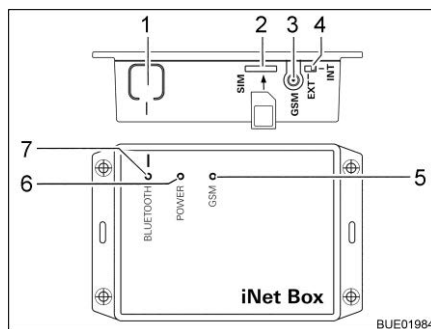

Bild 127 Truma iNet-Box
- Tryck in knappen BLUETOOTH (Bild 127,1) på iNet-Box i 1 sekund. Truma iNet-Box förblir synlig i ungefär 2 minuter i mobil terminalenheten (Namn: "Truma iNet-Box"). Under denna tidsrymden, blinkar den blå lysdioden BLUETOOTH (Bild 127,7).
- Skjut försiktigt in mini-SIM-kortet med ett telefonnummer och tillräckligt med kredit, i kortutrymmet i Truma iNet-Box, enligt beskrivningen (Bild 127,2) tills det hakar fast. Den röda lysdioden GSM (Bild 127,5) ska blinka kontinuerligt. När den röda lysdioden tänds efter 20 sekunder: Testa mini-SIM-kortet.